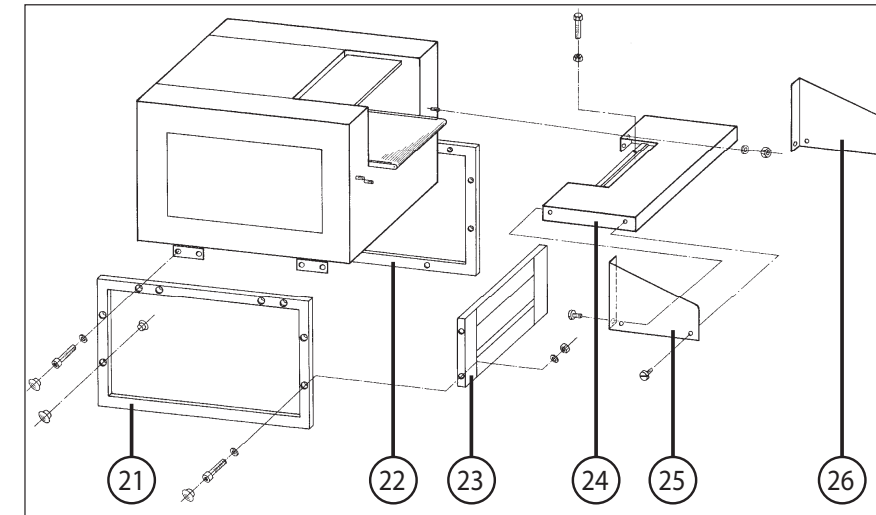

Abb. 1
#### UNTERGESTELLES (Abb. 1 und 2):
#### MONTAGE DES TISCHES (24) (Abb. 1):
- Das Stromkabel der Not-Aus-Leiste (14) durch die Tülle vorne im linken Gehäuse-Seitenteil, sowie durch die Kabelverschraubung unten am Schaltkasten in den Schaltkasten führen und dort die blaue Litze an Klemme 20 und die braune Litze an Klemme 19 anschließen.
#### MONTAGE DER SCHUTZWINKEL (Abb. 1):
- 21 = Rahmen links (Abb. 1 und 2)
- 22 = Rahmen rechts (Abb. 1)
- 23 = Zwischenblech (Abb. 1 und 2)
- 24 = Tisch (Abb. 1)
- 25 = Schutzwinkel links (Abb. 1 und 2)
- 26 = Schutzwinkel rechts (Abb. 1)